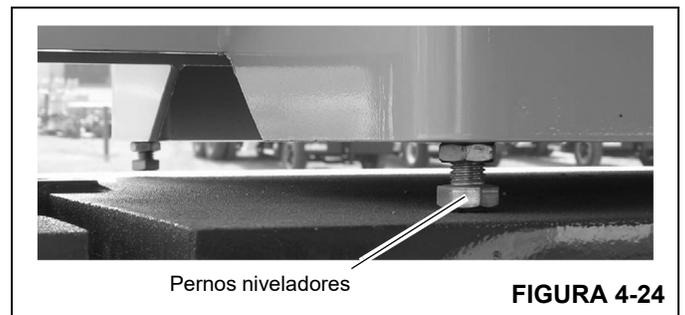

FIGURA 4-24
- Ajuste los cuatro pernos niveladores del contrapeso (Figura 4-24) para eliminar todo movimiento relativo entre el contrapeso y la plataforma de giro.